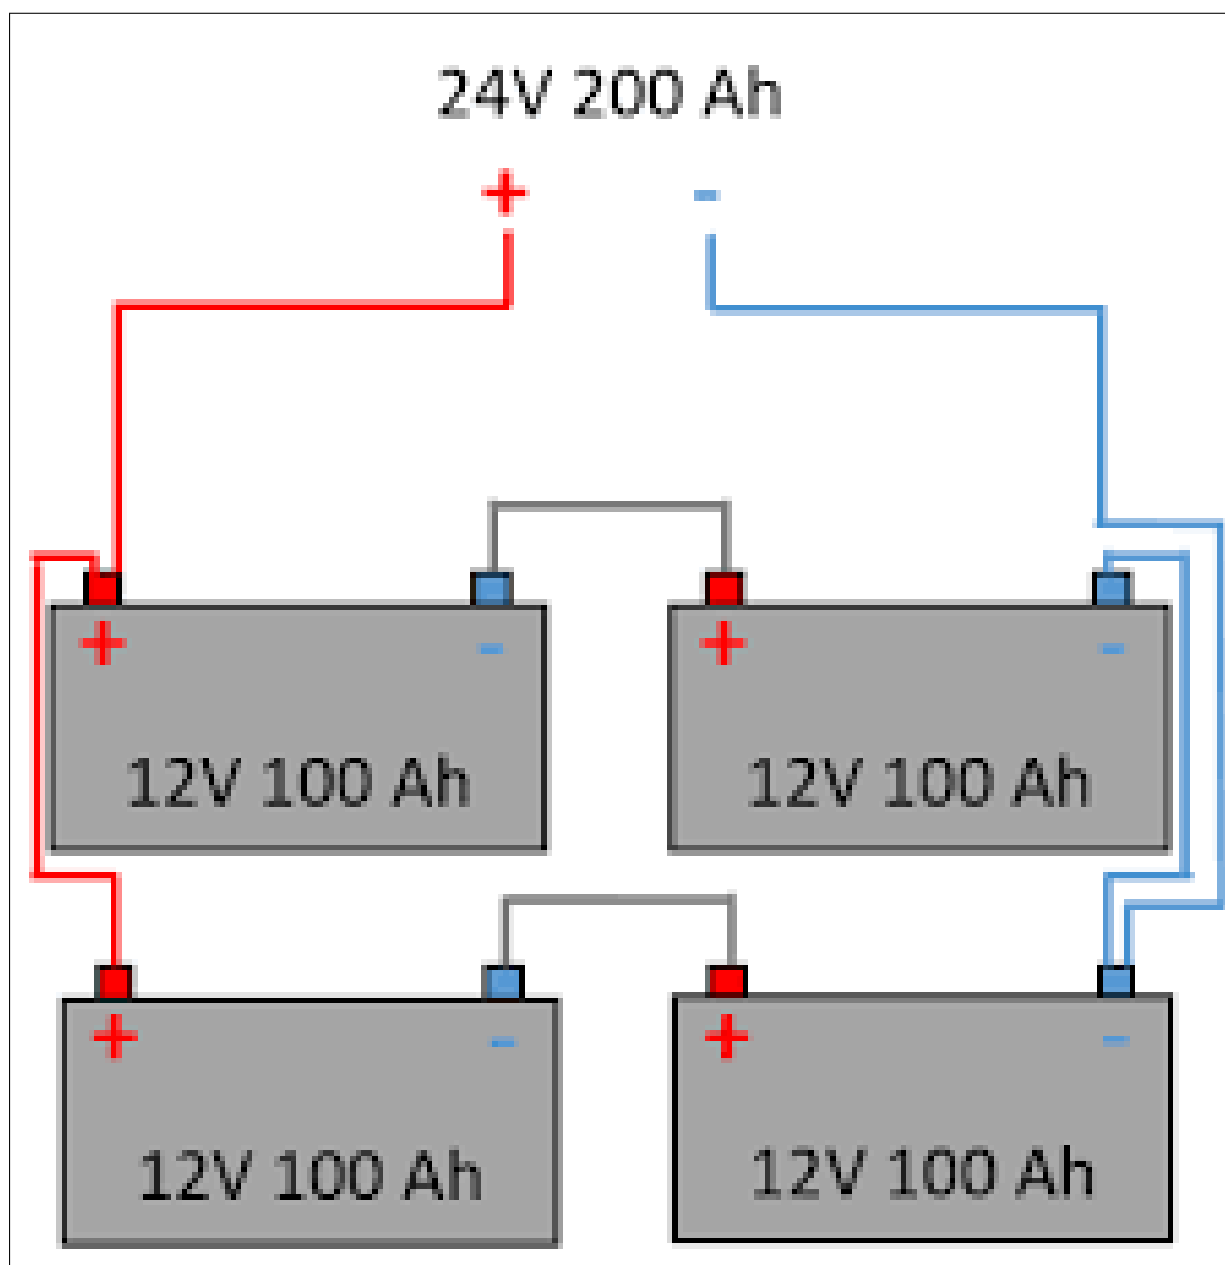

FIG. 4.3 : Association mixte de batteries
- Si des batteries identiques sont montées de manière mixte (des branches en parallèles constituées de batteries en séries), alors la tension du parc est donnée par la somme des tensions des batteries en série dans une branche et la capacité est donnée par la somme des capacités des différentes branches en parallèles. La figure 4.3 en est une illustration.